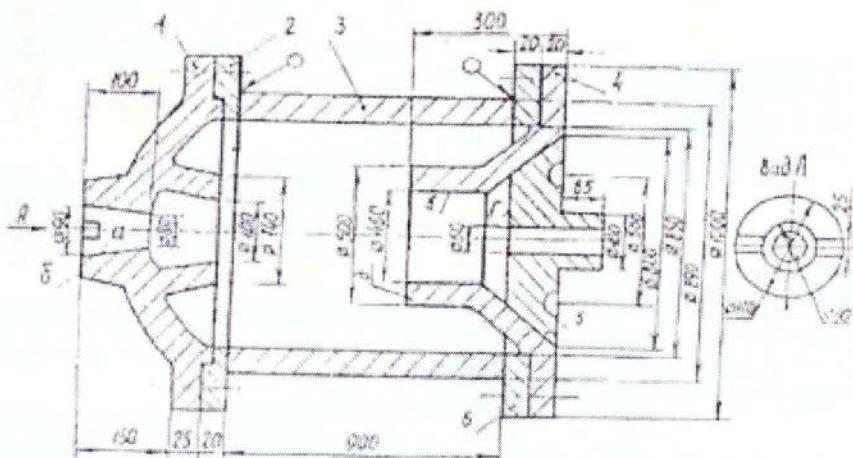

Рис. 13. Учебный узел 13
5. Сварить детали 2 и 3 (материал - сталь 45, производство – единичное), рис. 13.
5. Сварить две заготовки толщиной 1200 мм, рис. 13.
5. Сварить детали 3 и 6 (материал - сталь 45, производство – единичное), рис. 13.
5. Сварить детали 1 и 2 (материал - сталь 40, производство – массовое), рис. 13. Требуется герметичность шва.